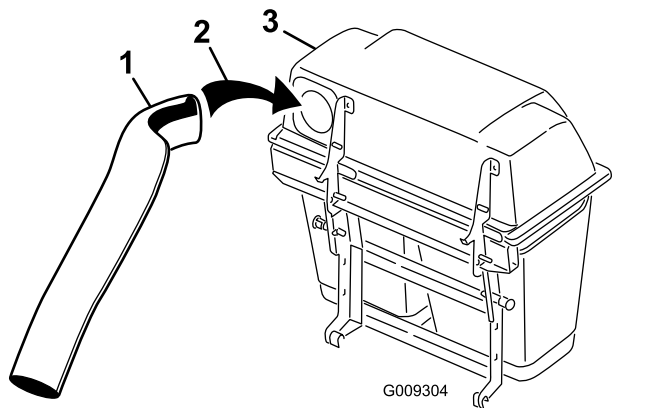
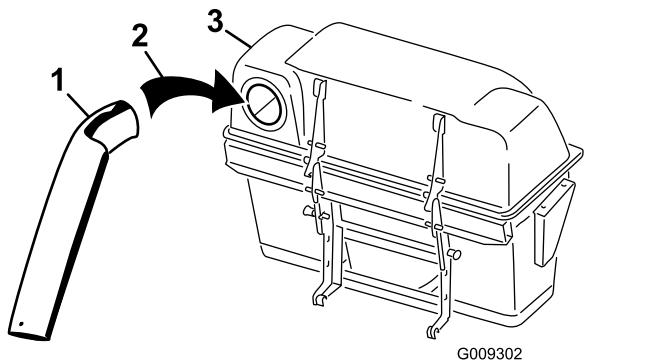

Figura 22
Figura 23
5. Installate il tubo superiore nell'apertura del sistema di raccolta e tiratelo indietro, estraendolo in modo che la tenuta di gomma sporga all'esterno (Figura 22 e Figura 23).